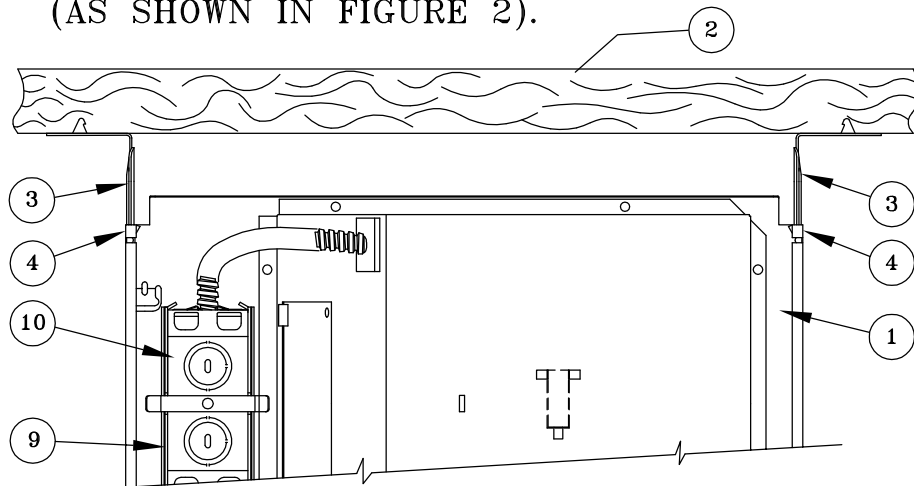
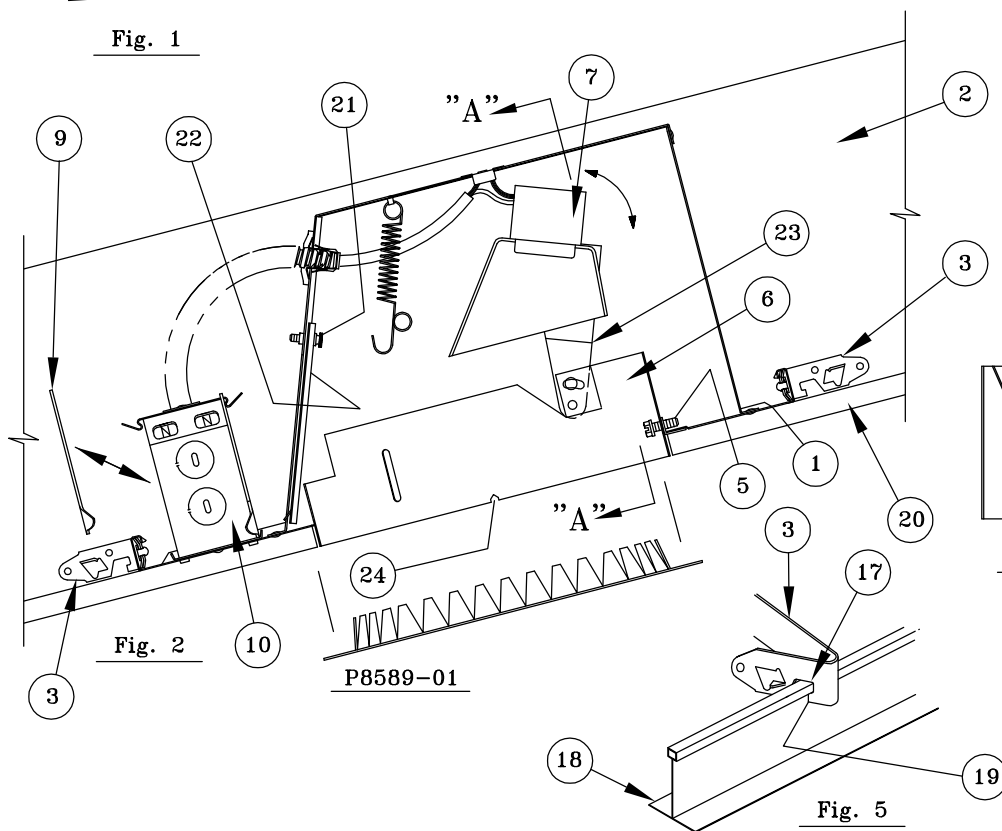

Fig. 1
Fig. 2
When Fixture is in desired position, Crimp Four Plaster Frame Ends (4) with Pliers to lock in place. Alignment Notches (24) in the bottom of the Collar (6) may be used to align Fixtures in the Ceiling. (See Fig.1 and 2).
- 2.- For Ceiling Thickness greater than 1/2 INCH, Loosen Collar Screws (5) and adjust Height of Collar (6). Retighten Screws to secure in place.
(This Fixture is Suitable for Ceilings up to 1 1/2 INCH in thickness.)(See Fig.1 and 2)
- 6.- Adjust Position of Socket (7) by loosening other Thumbscrew (8) and rotating Socket Bracket (23). Retighten Screw (8). (See Fig.2)
- 7.- To gain access to Junction Box (10) after Ceiling is finished, remove Thumbscrew (21) and Access Door (22) inside of Fixture. Junction Box Cover Plate (9) can now be removed for service.
- 9.- For air-tight applications or to meet Washington State Energy Code Requirements fill the space between the housing (6) and the drywall ceiling (20) with silicone caulking, tape, or any other means acceptable to the local code official. Progress Lighting Gasket Kit P8589-01 (purchased separately) can be used for this purpose. (See Fig. 2).
- 1- Tenga el marco de yeso (1) entre las viguetas (2) y alargue las barras colgantes (3) de manera que entren en contacto con las viguetas. Asegúrese de que la base del marco de yeso (1) esté enrasado y alineado con el borde inferior de las viguetas. Clave las pestañas de las barras colgantes en las viguetas. Hunda clavos también en los agujeros de las barras colgantes para proporcionar soporte adicional si es necesario. Se puede encorvar las barras colgantes para acomodarse a condiciones estrechas de montaje. Cuando la lámpara esté en la posición deseada, doble los cuatro extremos del marco de yeso (4) con alicates para cerrar todo en posición. Las muescas para alineación (24) que se encuentran en el fondo del aro (6) pueden ser utilizadas para alinear las lámparas en el techo. (Véase Fig. 1 y 2)
- 2- Para techos con más de media pulgada (1,5 cm) de espesor, afloje los tornillos del aro (5) y cambie la altura del aro (6). Apriete los tornillos de nuevo. (Esta lámpara es apropiada para techos hasta una pulgada y media (4,0 cm) de espesor). (Véase Fig. 1 y 2)
- 3- Quite la placa de cubierta (9) de la caja de empalme (10). Haga pasar el cable NM (Romex)(11) por el agujero deseado en la caja de empalme (10). Fije el cable (11) con la placa de retención (13).
- 4- Si se usa un cable otro que la clase de cable NM (Romex), abra un agujero ciego grande donde se desea en la parte superior o en los lados de la caja de empalme (10). Introduzca el cable de suministro apropiado en la caja de empalme y apriete con el conectador UL calificado que sea apropiado (NO INCLUIDO).
- 5- Conecte los hilos de la lámpara (15) a los hilos del suministro (16) conforme al diagrama de instalación eléctrica. Utilice los conectores UL calificados (NO INCLUIDOS).
- 6- Arregle la posición del portalámparas (7) por medio de aflojar el tornillo de cabeza moleteada (8) y girar la ménsula del portalámparas (23). Apriete el tornillo (8) de nuevo. (Véase Fig. 2)
- 7- Para proporcionar acceso a la caja de empalme (10) después de acabar con el techo, quite el tornillo de cabeza moleteada (21) y la puerta de acceso (22) dentro de la lámpara. La placa de cubierta de la caja de empalme (9) puede ser quitada para servicio.
- 9- Para instalaciones hermeticas o para cumplir con las exigencias del Código de Energía del Estado de Washington, rellenar el espacio entre la cubierta (6) y el cieloraso (20) de muro de mampostería sin mortero con una masilla de silicona, cinta, o otro medio conforme al código local oficial. Se puede usar el Kit de Junta Progress Lighting P8589-01 (comprar por separado). (Vea Fig. 2).
- 1- Tenez le cadre de plâtre (1) entre les solives (2) et allongez les barres en potence (3) contre les solives. Assurez-vous que le fond du cadre de plâtre (1) est à ras de et aligné avec le bord des solives. Enfoncez les pattes des barres en potence dans les solives. Enfoncez des clous dans les trous des barres en potence dans le cas où plus de support est désiré. Les barres de potence peuvent être courbées pour s'adapter aux conditions étroites de montage. Quand la lampe est dans la position désirée, pincez les quatre bouts du cadre de plâtre (4) avec une pince pour serrer en place. Les encoches (24) sur le dessous du collier (6) peuvent être utilisées pour aligner les lampes au plafond. (Voir Fig. 1 et 2)
- 2- Pour des plafonds à l'excès d'un demi-pouce (1,5 cm) d'épaisseur, desserrez les vis du collier (5) et ajustez la position du collier (6). Serrez les vis. (Cette lampe convient aux plafonds jusqu'à un pouce et demi (4,0 cm) d'épaisseur). (Voir Fig. 1 et 2).
- 3- Enlevez la couverture (9) de la boîte de dérivation (10). Faites passer le câble type NM (Romex) (11) par le trou désiré dans la boîte de dérivation (10). Attachez le câble (11) avec la plaque de retenue (13).
- 4- Si un câble autre que celui du type NM (Romex) s'utilise, ouvrez une débouchure grande où il faut sur le haut ou les côtés de la boîte de dérivation (10). Introduisez le câble d'alimentation convenable dans la boîte de dérivation et serrez en place avec le connecteur approprié UL qualifié (NON FOURNI).
- 5- Reliez les fils de la lampe (15) aux fils de l'électricité (16) d'après le diagramme d'installation électrique. Utilisez les coinçeurs de relais UL qualifiés (NON FOURNIS).
- 6- Ajustez la position de la douille (7) par desserrer l'autre vis moletée (8) et tourner le support de la douille (23). Serrez la vis (8) de nouveau. (Voir Fig. 2)
- 7- Pour avoir accès à la boîte de dérivation (10) après que le plafond soit terminé, enlevez la vis moletée (21) et la porte d'accès (22) dans la lampe. La couverture (9) de la boîte de dérivation peut être enlevée maintenant pour service.
- 9- Pour les applications hermetiques ou pour satisfaire aux exigences du Code de l'énergie de l'état de Washington, combler l'espace entre le logement (6) et le plafond (20) en mur de pierres sèches avec un mastic de silicone, ruban, ou autre moyen qui conforme au code local officiel. On peut utiliser le Nécessaire de Joint Progress Lighting P8589-01 (acheter séparément). (Voir Fig. 2).
(AS SHOWN IN FIGURE 2).